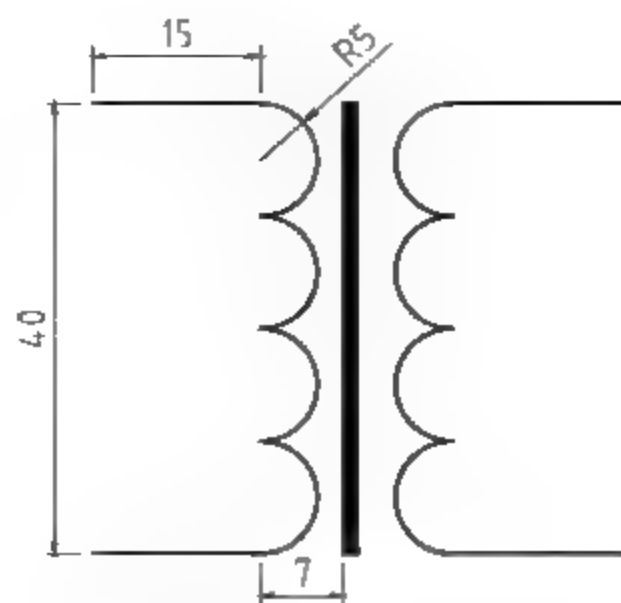

图4-165 绘制电气元件3
(3) 调用PL【多段线】命令和MI【镜像】命令, 结合【对象捕捉】功能, 绘制电气元件3, 如图4-165所示。